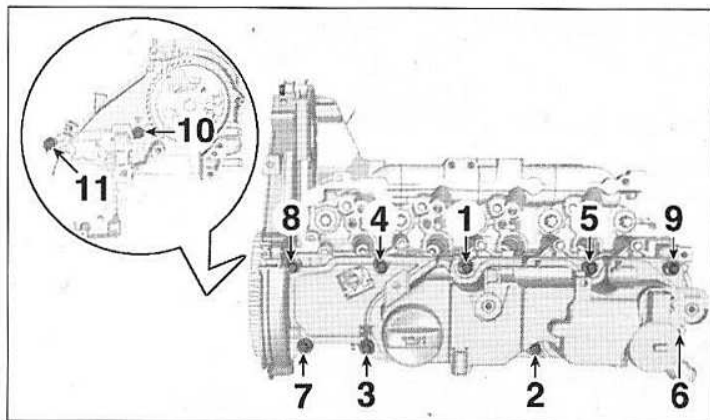

FIG.78
- Serrer les vis du couvre-culasse et du carter arrière de distribution dans l'ordre et au couple préconisé (Fig.78).